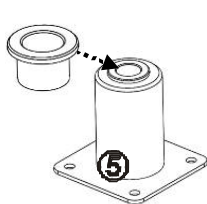

Рис.3
или *неразборная* и фланец, рис.3 – 1 к-т
3.4 При использовании фланца необходимо переставить в него пластиковую втулку из струбцины, рис.3.